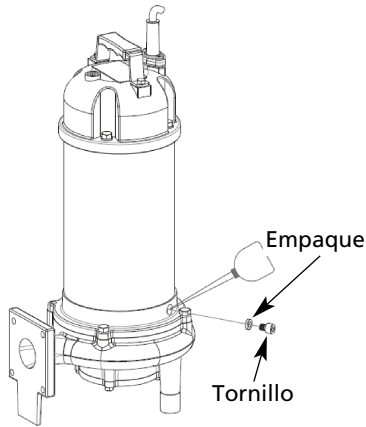

Figura 5
Consulte la figura 5, de la página 5
Consulte la Figura 5
1. Primero quite las conexiones de los tubos y saque la mayor parte del aceite lubricante de la placa de sellado, como se mostró anteriormente en la figura 5. Consulte la sección "Reemplace el aceite lubricante". Consulte la sección "Reemplazar el aceite lubricante" en la página 5.